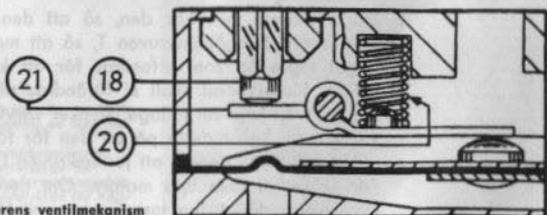

Fig 21.
För att undvika att främmande partiklar kommer in i förgasaren och täpper öppningarna eller orsakar en dålig tätning av nålventilen (18), filtreras bränslet genom en finmaskig nätsil (27). Denna sil hålles på plats av ett sillock av nylon. Ett gummiinlägg insatt i en mässingshylsa bildar ett säte för ventilnålen (18). Hjävarmsfjäders (20), vars förspänning är bestämd av bränsletrycket, som tillföres förgasarkroppen, alstrar ett tryck på hävarmen (21) och överföres med armen till ventilnålen och håller denna på sitt säte. Se fig 21.